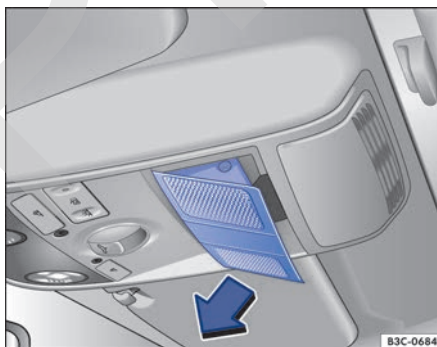

Fig. 58 En el revestimiento interior del techo: retirar la tapa.
- Retire la tapa → fig. 58.
- Coloque la tapa → fig. 58.